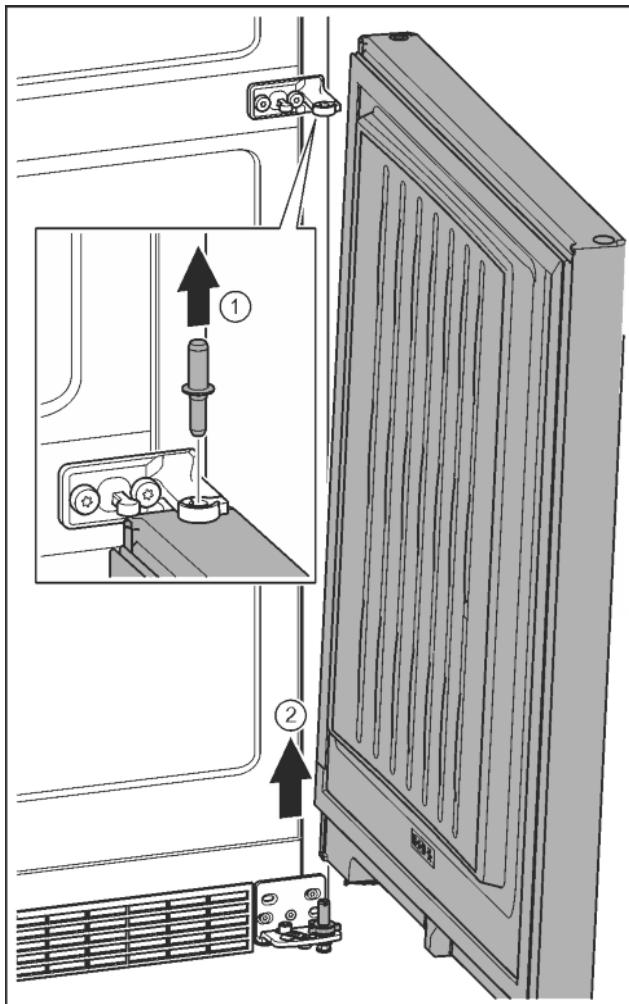

Fig. 12
- ▶ Издърпайте болта нагоре. Fig. 12 (1)
- ▶ Завъртете навън вратата, издърпайте я нагоре и я сложете настрани. Fig. 12 (2)